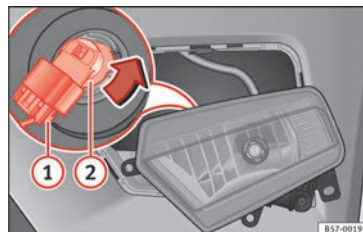

Abb. 110 Nebelscheinwerfer: Lampenträger ausbauen
3. Ziehen Sie die Metallklammer an der Oberseite des Nebelscheinwerfers zur Außenseite des Fahrzeuges ab ③ **B** und entfernen Sie den Nebelscheinwerfer.
4. Ziehen Sie den Stecker » **Abb. 110** ① von der Lampe ab.
5. Drehen Sie den Lampenträger » **Abb. 110** ② nach links und ziehen Sie.